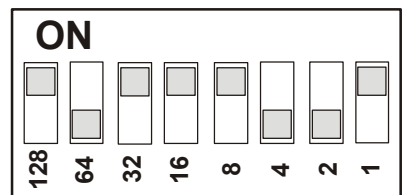

Figura 8: Un bloque de interruptores DIP con los interruptores colocados para un valor de configuración de 185
2. Coloque los interruptores numerados en la posición de encendido (ON) para que el total de los números de interruptor (en la posición ON) coincida con el valor de configuración deseado. Empiece con el interruptor del número más alto que sea menor que el valor de configuración. (Por ejemplo, si el valor de configuración deseado es 185, coloque primero el interruptor 128 en ON. A continuación, coloque el interruptor 32 en ON, seguido del interruptor 16, del interruptor 8 y del interruptor 1 [$128+32+16+8+1=185$] [Figura 8]).